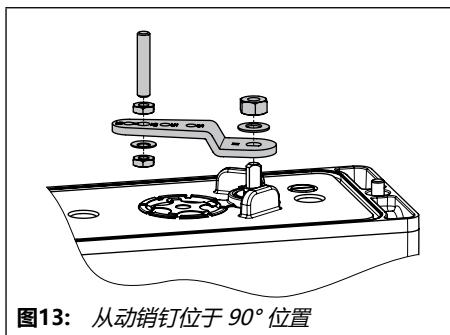

图13: 从动销钉位于 90° 位置
4. 将从动销插入并呈 90° 位置固定在定位器操纵杆上 (参见 图13)。仅使用安装套件中所包含的较长的从动销钉。
5. 将定位器对准适配器支架 (1), 使从动销钉准确插入到执行机构的从动轮 (3) 中。
6. 使用紧固螺钉 (6) 将定位器固定到适配器支架 (4) 上。
4. 将从动销插入并呈 90° 位置固定在定位器操纵杆上（参见第56页中的图13）。
5. 将定位器对准适配器支架 (1)，使从动销钉准确插入到执行机构的从动轮 (3) 中。
7. 使用相应的紧固螺钉 (10) 将 3710 型反向放大器 (7) 与两个导向套 (8) 和端子板 (9) 共同安装到适配器支架上。